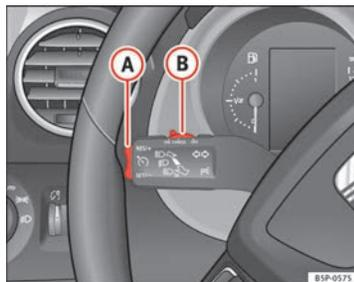

Fig. 153 Palanca de intermitentes y de luz de carretera: mando y tecla basculante para el regulador de velocidad
- Cuando se haya alcanzado la velocidad que se quiere programar, pulse brevemente la parte inferior de la tecla basculante **SET/-** → fig. 153 **A** una vez.